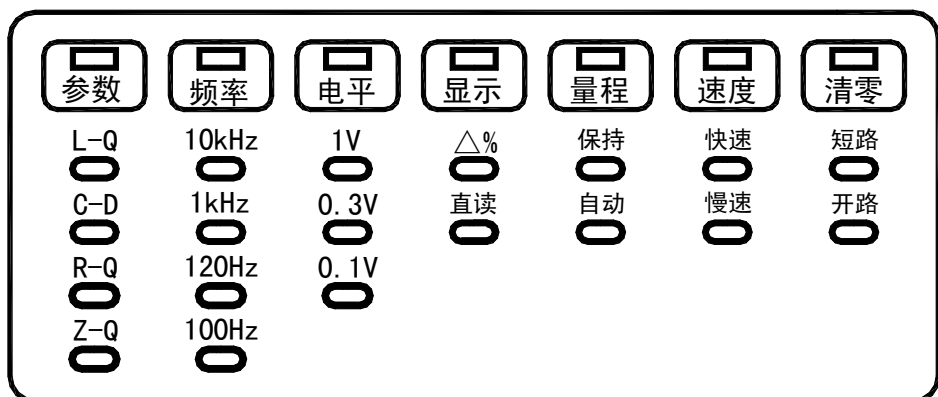

图 2-2 常用状态指示示意图
1. “测量”状态：对应七种常用功能的选择，功能直接在面板上指示（见图 2-2），仪器在“测量”状态时使用“ \wedge ”“ \vee ”“ \lt ”“ \gt ”“启动”即可获得。
“测量”状态的功能指示如 P2-1 页图 2-2 所示。